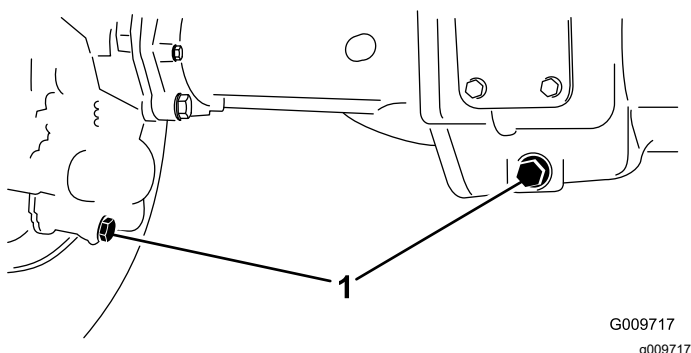

Figure 58
2. Nettoyez la surface autour des 3 bouchons de vidange, 1 à chaque extrémité et 1 au centre (Figure 58).